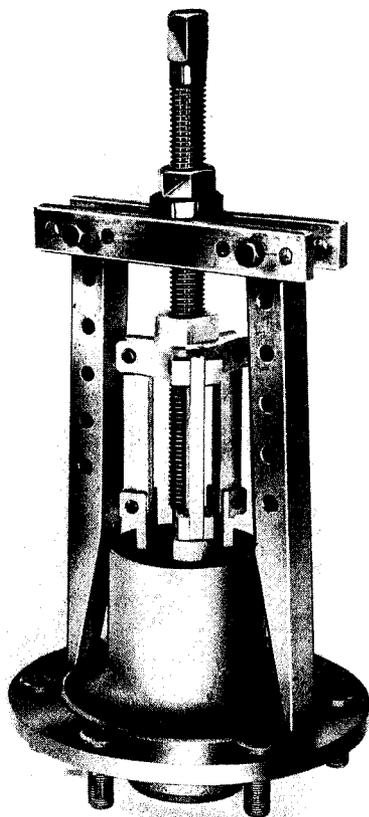

Fig. 1
- 1° A l'aide d'un extracteur, tirer le cône de roulement intérieur et extraire ainsi la bague d'étanchéité (fig. 1).